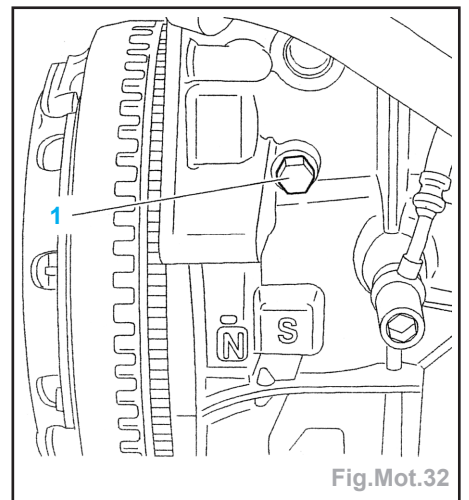

Fig.Mot.32
- Vidanger le bloc moteur en déposant la vis de vidange (1) (Fig.Mot.32).